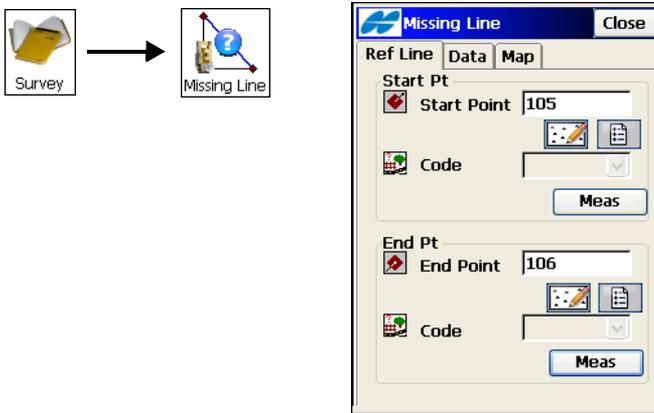

Abbildung 8-52. Spannmaß: Register „Ref-Linie“
1. Wählen Sie zu Beginn **Aufnahme** ▶ **Spannmaß** (Abbildung 8-52).